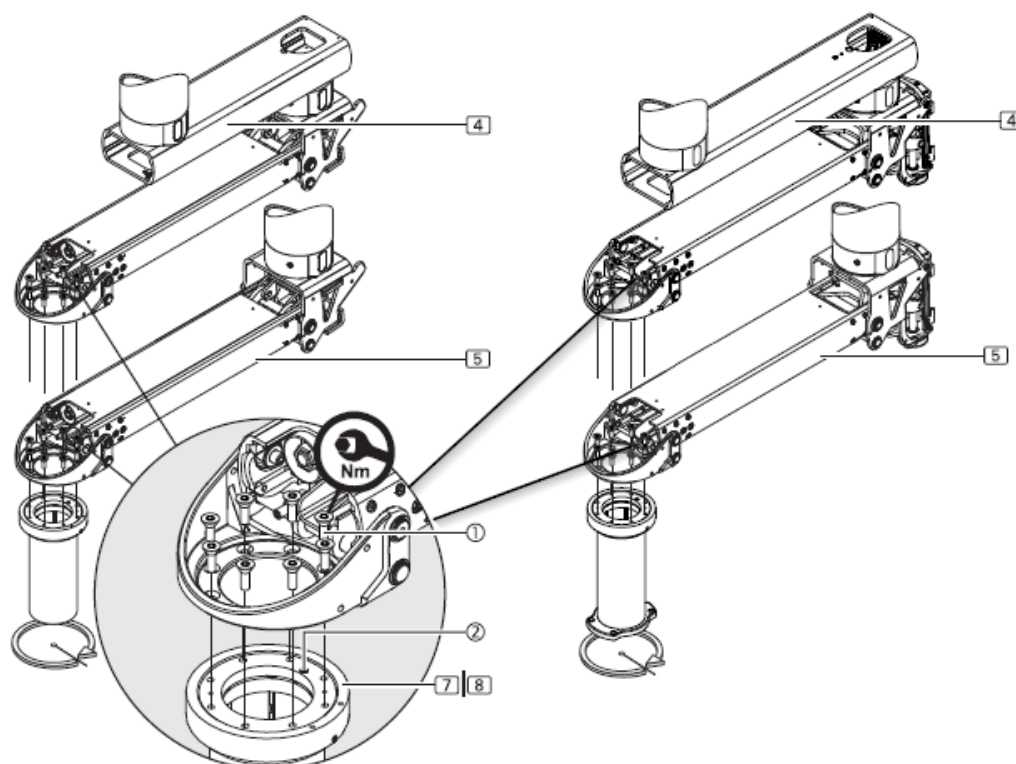

Fig. 38 Assemblage du tube de descente sur les bras motorisés et à ressort
Pour les bras motorisés ou à ressort. La figure 38 montre une vue en coupe agrandie du bras motorisé (à droite sur la figure 38) et du bras à ressort (à gauche sur la figure 38) sans sa partie supérieure.
- Positionnez le tube de descente sous le bras (4) / (5) de manière à ce que la butée (4) du tube de descente soit éloignée du côté du bras d'extension et que les trous de fixation soient alignés.
- Pour pouvoir faire tourner la tête de branchement dans le sens inverse des aiguilles d'une montre, le tube de descente doit être monté avec la butée (2) sur le côté droit, comme le montre la figure 38. Il doit être monté sur le côté gauche si la tête de branchement doit pouvoir tourner dans le sens des aiguilles d'une montre.
- Fixez le tube de descente à travers la plaque de fixation 8 x M10 (3) et vissez-le au bras d'extension (4) / (5) avec 8 vis à tête fraisée à six pans creux (1).